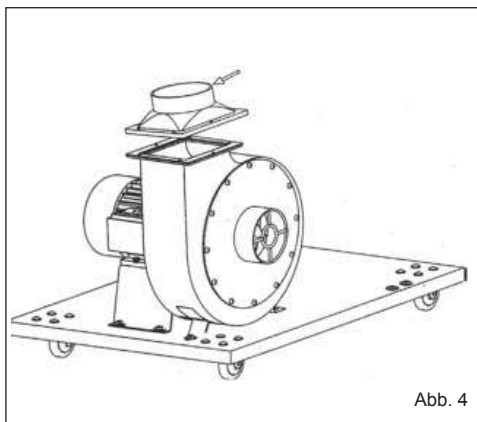

Abb. 4
- Die Einheit Motor/Saugrohr mit den hierfür vorgesehenen Schrauben, Unterlegscheiben und Muttern mit den Stützen befestigen (**Abb. 4**).